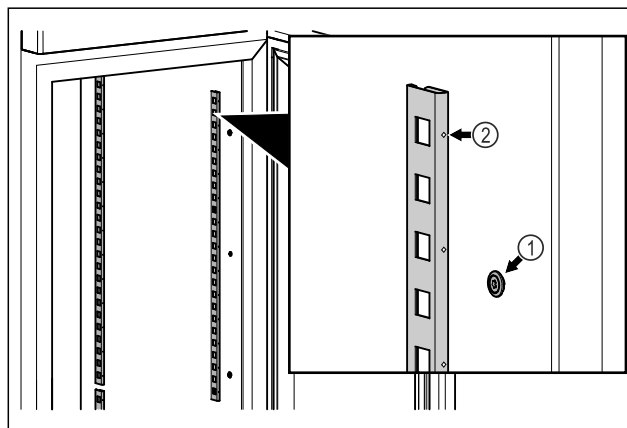

Fig. 83 Примерное изображение
- Навесьте фиксатор на крепление Fig. 83 (1). Отметка Fig. 83 (2) должна располагаться спереди.